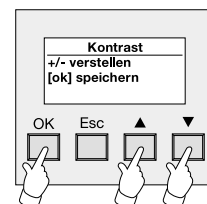

Bild 7:
6. An dieser Stelle kann der Displaykontrast verstellt werden (vgl. Bild 7). Eine Betätigung der linken Pfeiltaste (Δ) verstärkt den Kontrast, eine Betätigung der rechten Pfeiltaste (∇) verringert den Kontrast. Durch die Betätigung der Taste "OK" wird die Einstellung dauerhaft gespeichert und in das Menü "Einstellungen" (Schritt 4) zurückgesprungen.